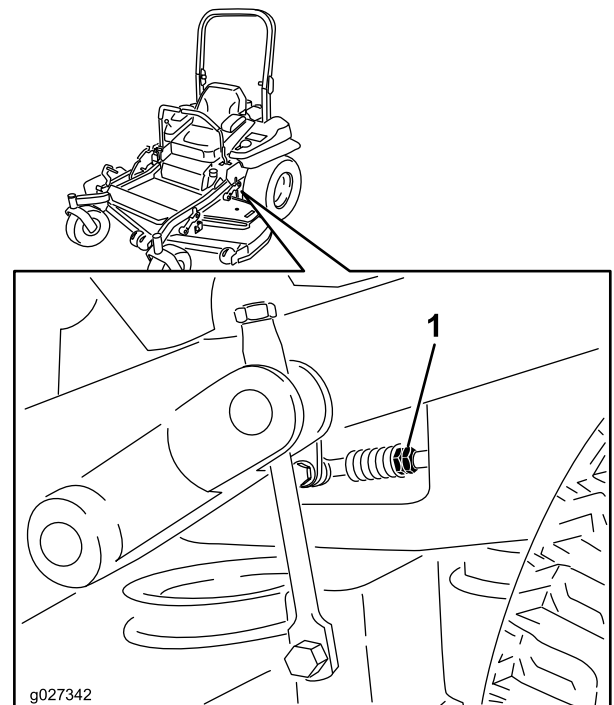

Figura 87
- Ajuste la longitud de las varillas de control de las bombas girando las tuercas dobles de la varilla en el sentido apropiado, hasta que las ruedas se muevan ligeramente en marcha atrás (Figura 87).